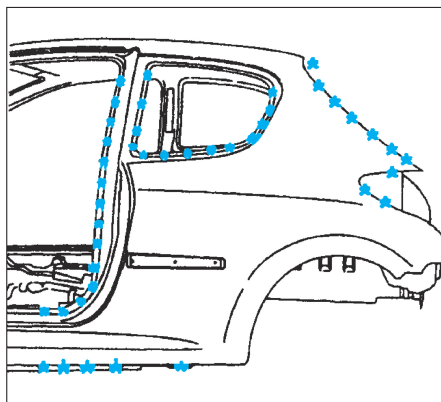
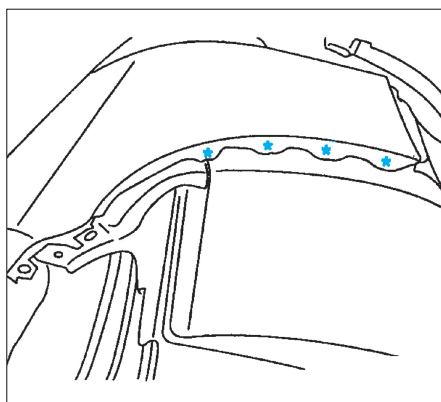

FIG. 107
FIG. 108
- Découper par fraisage des points suivant (A).
- Découper par fraisage des points (Fig.107) et (Fig.108).